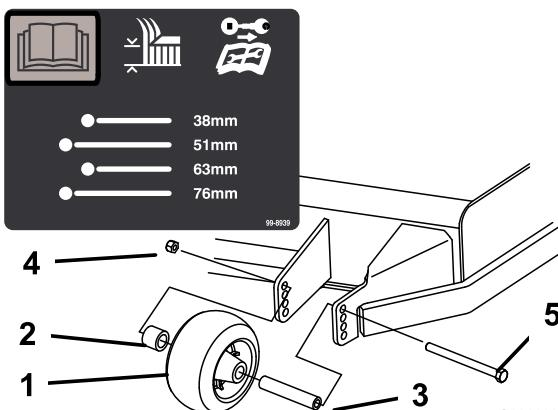
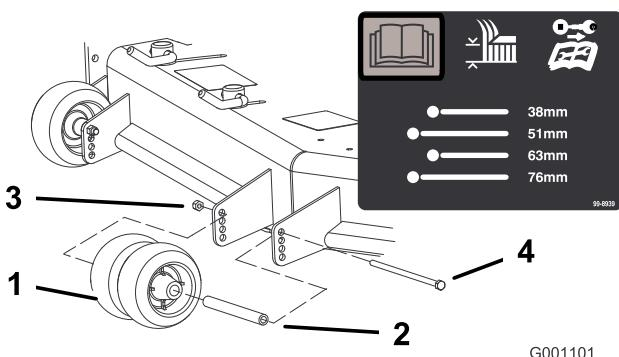
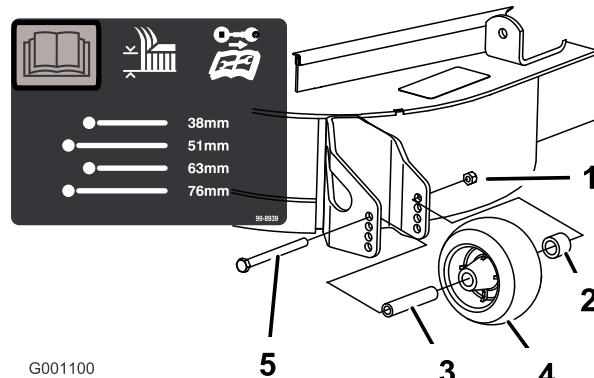

Figure 20
Figure 21
Figure 22
3. Après avoir réglé la hauteur de coupe, réglez les galets en retirant l'écrou à collet, la bague, l'entretoise et le boulon (Figure 20, Figure 21 et Figure 22).
Remarque: Les deux galets centraux ne sont pas munis d'entretoise (Figure 21).
5. Posez l'écrou à embase, la bague, l'entretoise et le boulon. Serrez à un couple de 54 à 61 Nm (Figure 20, Figure 21 et Figure 22).